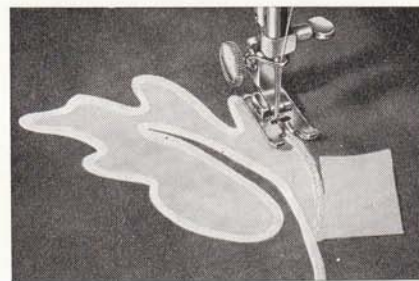

Fig. 53.
2. De kan også tegne applikasjonen opp på et stykke stoff og sy den fast med smale (stingbredde 1) og korte (stinglengde 1) siksaksting. Stoffet klippes etterpå bort inntil stikningen. Deretter syr De over kanten med bredere siksak og tette sting som tykksøm. Overtråden skal da ha løsere spenning slik at sømmen ligger pent (fig. 53).